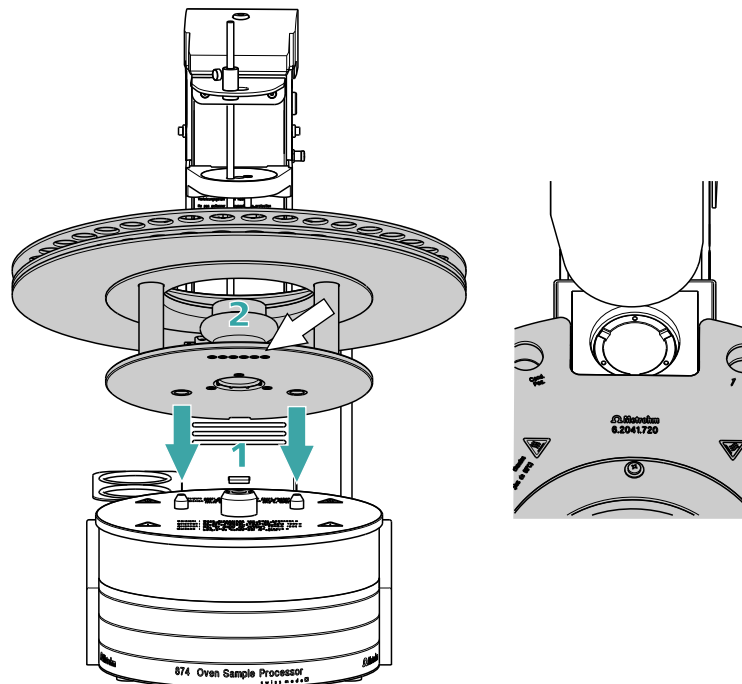

Abbildung 15 Rack aufsetzen
- 2** Das Rack wird in die Ausgangsposition bewegt. Dabei wird der Magnetcode des Racks vom Gerät ausgelesen. Der weisse Pfeil in der *Abbildung 15* zeigt die Position des Magnethalters. Der sechsstellige Magnetcode dient zur Identifizierung des Racktyps. Mit dem Racktyp